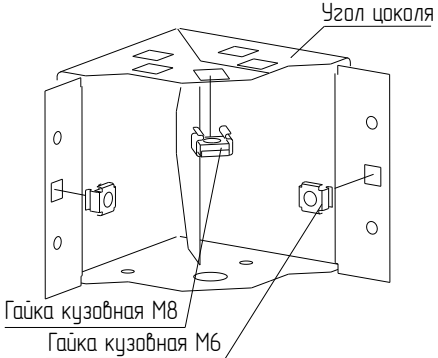

Рисунок 5
4.3.2 Установите на каждый угол цоколя две гайки кузовные М6 и одну – М8 (Рисунок 5).